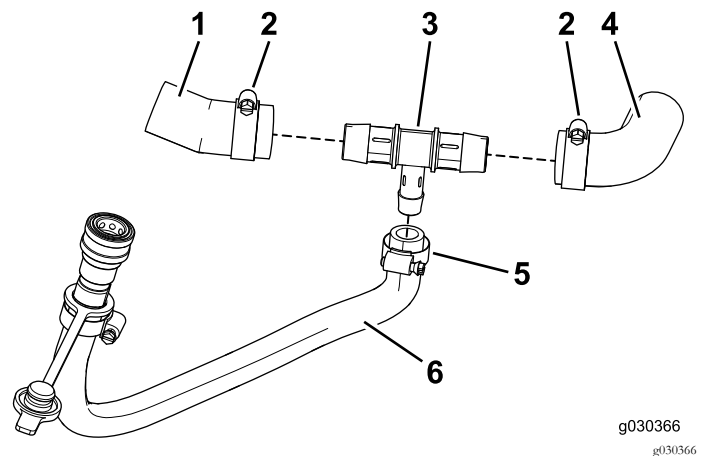

Figure 31
4. Placez les moitiés gauche et droite du flexible sur le raccord en T (Figure 31).
5. Fixez le flexible sur le raccord en T à l'aide des grands colliers (Figure 31).